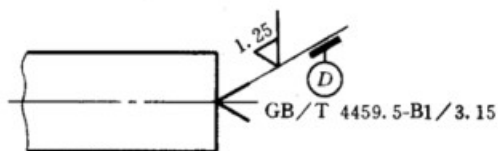
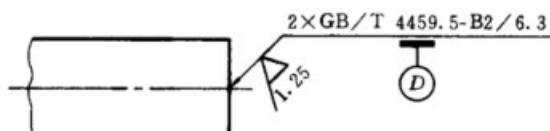
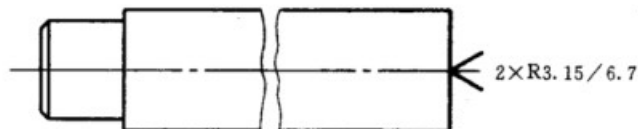

图 3
图 4
图 5
5.1.3 以中心孔的轴线为基准时,基准代号可按图3、图4的方法标注。
5.1.4 中心孔工作表面的粗糙度应在引出线上标出,如图3和图4所示。
5.2.1 在不致引起误解时,可省略标记中的标准编号,如图5所示。
5.2.2 如同一轴的两端中心孔相同,可只在其一端标出,但应注出其数量,见图4和图5。